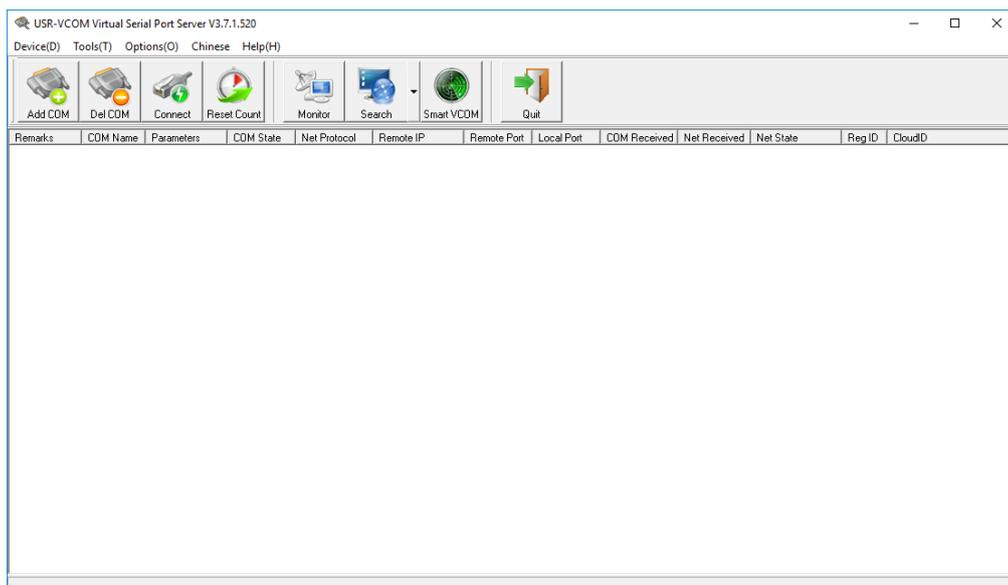

Рисунок 4.4.
6. Запустить утилиту USR-VCOM. На экране отобразится окно, приведенное на рис.4.4.